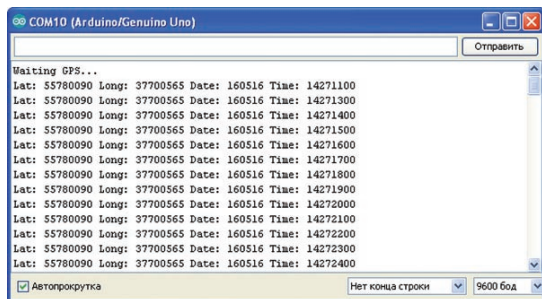

Рис. 33.4. Вывод данных GPS
4. Смотрим в мониторе последовательного порта Arduino вывод данных широты и долготы. Также получаем текущую дату и время по Гринвичу (рис. 33.4).